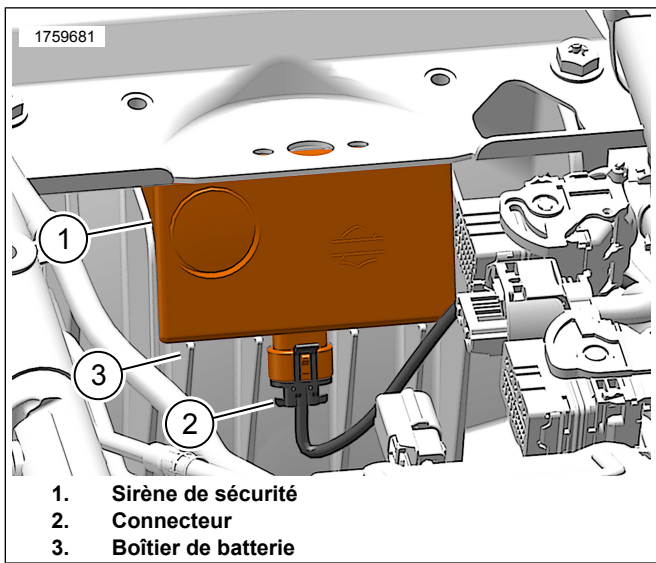

Figure 20. Sirène de sécurité (type)
9. Voir la Figure 20. Installer la sirène de sécurité.
- a. Placer la sirène de sécurité (1) sur les ailettes dans le boîtier de batterie (3).
- b. Connecter le connecteur (2).